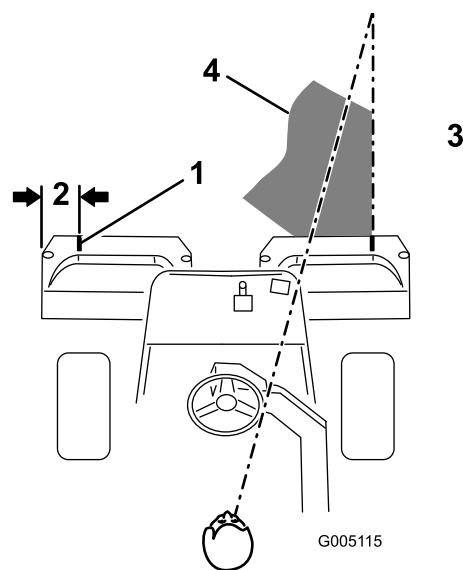
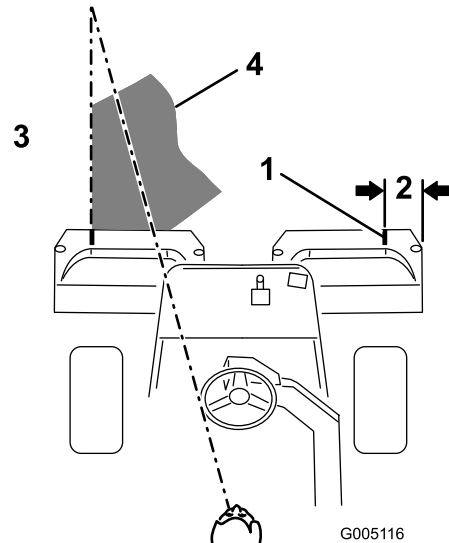

図 39
図 40
2. その位置に白色テープか白ペンキで集草箱の縁と平行に目印を入れる（図 39）。
3. 行きと帰りでのオーバーラップができるだけ小さくなるように運転します。隣の列との距離を一定に保って直進するには、本機の前約2～3mを視野に捕らえておくのがポイントです(図 39および図 40)。ハンドルを目印にして距離を合わせても良いでしょう。その場合、ハンドルの縁と本機前方の目標ラインとを重ねて見ながら運転します(図 39および図 40)。